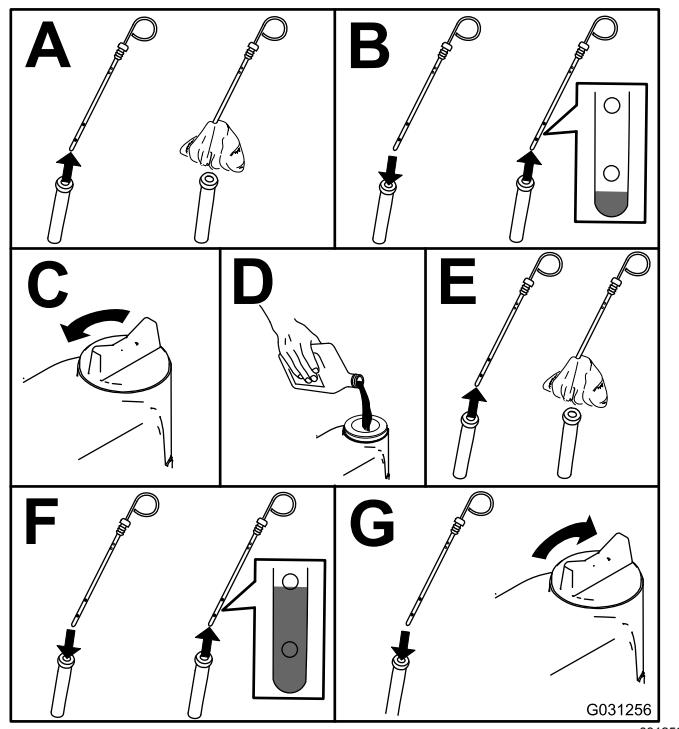

Figura 76
- Verifique o nível de óleo do motor (Figura 76).